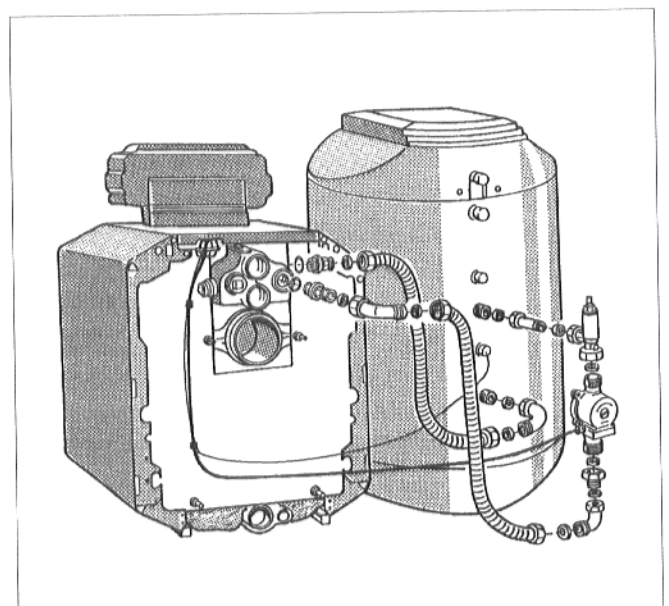

Abb. 8
- Doppelnippel im Rücklaufanschluß des Heizkessels mit dem Winkel auf dem Rücklaufanschluß des Speicher-Brauchwassererwärmers mit einem Metallwellschlauch (800 mm lang) verbinden (Abb. 8).
- Winkel am Vorlaufanschluß des Heizkessels mit dem Winkel an der Speicher-Ladepumpe mit einem Metallwellschlauch (850 mm lang) verbinden (Abb. 8).